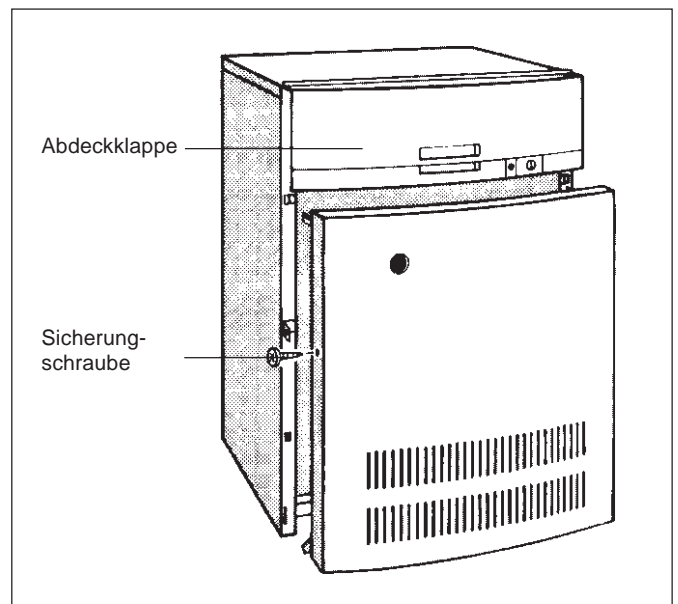

Abb. 26: Kesselvorderwand montieren
- Sicherungsschrauben links und rechts in die Seitenwände eindrehen (Abb. 26).
- Abdeckklappe des Regelgeräts schließen (Abb. 26).